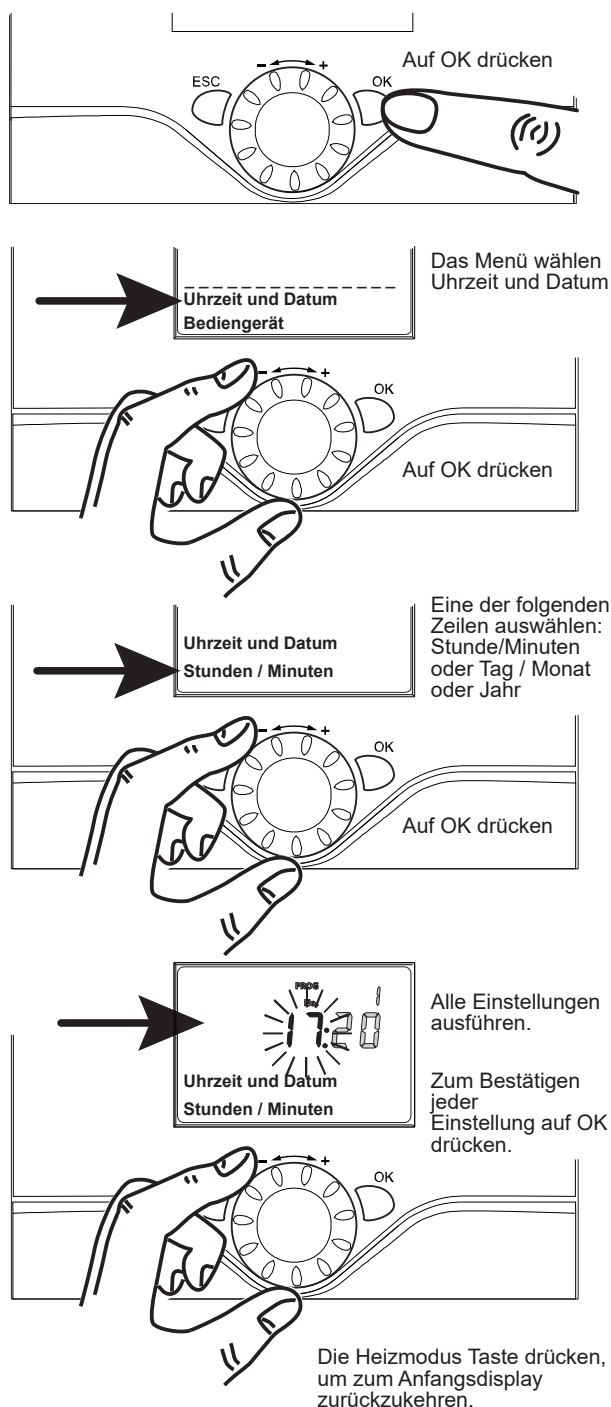

Abb. 5 - Einstellen der Uhrzeit und des Datums
- Gegebenenfalls Uhrzeit und Datum einstellen (Abb. 5).